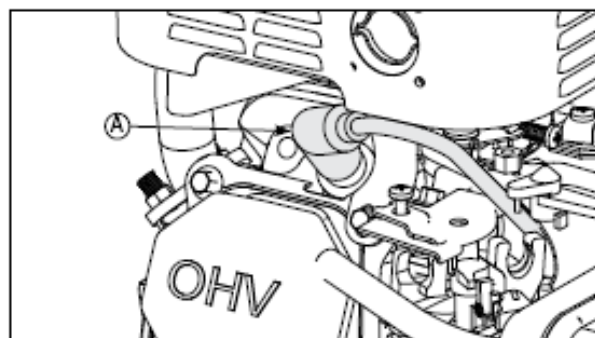

РИСУНОК 12
1. Отсоедините провод свечи зажигания и поместите его вдали от свечи зажигания. **СМ, РИСУНОК 12** (на странице 16)
1. Отсоедините провод свечи зажигания и поместите его вдали от свечи зажигания. **СМ, РИСУНОК 12**
2. Отсоедините провод свечи зажигания и расположите его вдали от свечи зажигания. СМ. РИСУНОК 12
2. Отсоедините провод свечи зажигания и расположите его вдали от свечи зажигания. СМ. РИСУНОК 12 (Страница 16)